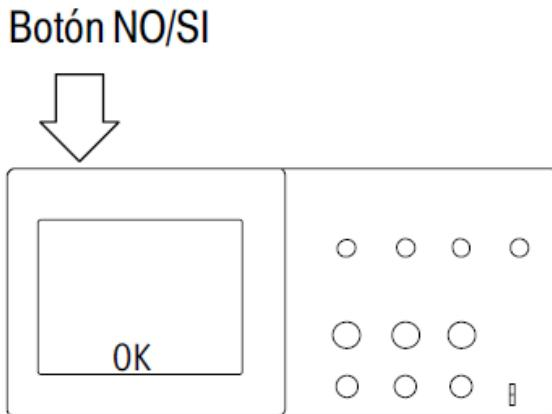

Figura 1. Encendido/Apagado del osciloscopio.
1. Encienda el osciloscopio, Figura 1. Espere a que la pantalla muestre que se han superado todas las pruebas de encendido. Pulse el botón CONFIG. PREDETER. El valor de atenuación predeterminado para la opción Sonda es 10X.